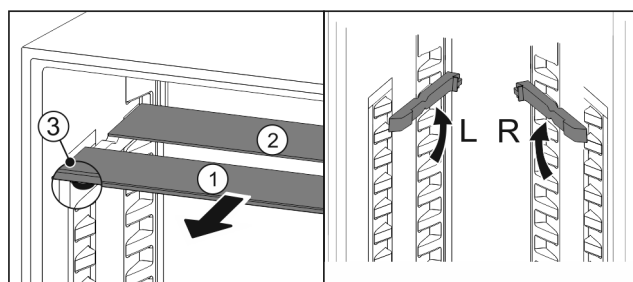

Fig. 19
- ▶ Skleněné desky jednotlivě vytáhněte dopředu Fig. 19 (1).
- ▷ Skleněná deska Fig. 19 (1) s ozdobnou lištou leží vpředu.
- ▷ Zarážky Fig. 19 (3) směřují dolů.